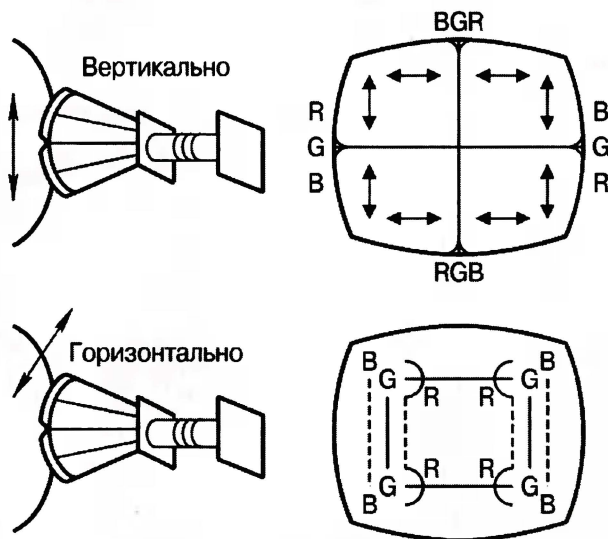

Рис. 13
1. Снимают фиксирующие клинья и слегка покачивают ОС в вертикальном и горизонтальном направлениях для получения наилучшего сведения по всему экрану (рис. 13).